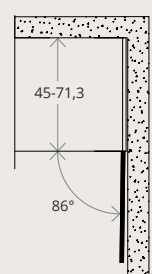

FIG. 2
- Utilizzando gli appositi fermi di apertura per cerniere, è possibile accostare il box alla parete (Fig. 2)
- Using the dedicated hinge opening stops, you can place the box right up against the wall (Fig. 2)
- Utilisant les arrêts d'ouverture spécifiques pour charnières, il est possible d'accoster le box à la paroi. (Fig. 2)
- Durch Einsatz der Anschläge zur Begrenzung der Öffnungsweite bei Scharnieren, kann die Box an einer Wand installiert werden (Abb. 2)
- Utilizando los topes de apertura para bisagras adecuados, es posible apoyar el box contra la pared (Fig. 2)
- Используя специальные стопоры открывания для шарниров возможно установить бокс возле стены (Рис. 2)
- 使用专用的铰链打开挡块, 可以使柜子靠近墙壁。(图2)